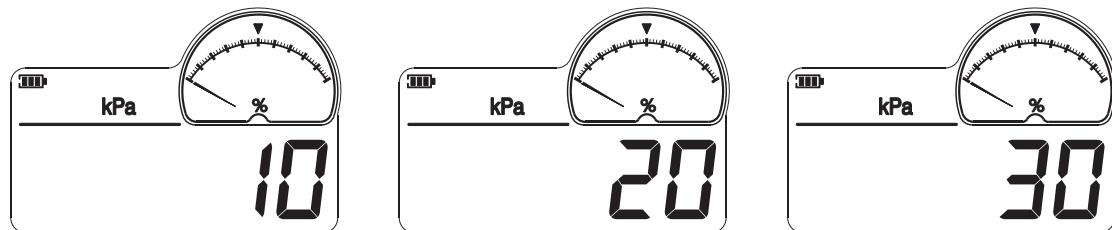

图7-6：背光点亮时长选择
(1) 按住 键不放，数据显示区依次轮流显示可选时长，如图7-6：